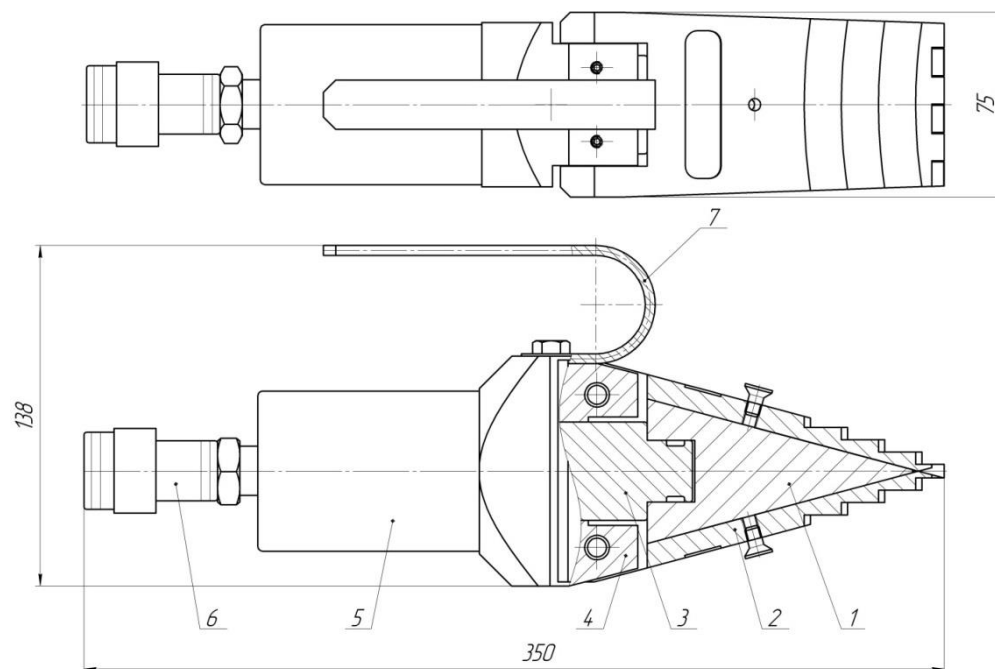

Рис.1
- Состыковать полумуфту рукава высокого давления и полумуфту 6 цилиндра 5 РФГ 14 Полидэк (рис.1)